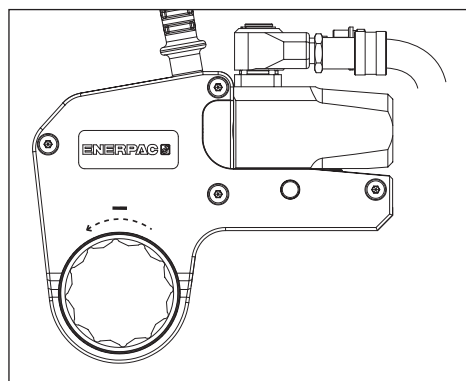

Fig. 9
4.3.3 Lossning av mutter och bult (Fig. 9 och 10)
- Placera mothållet (17) mot en lämplig mothållspunkt (18). Mothållspunkten håller emot den kraft som verktyget alstrar.